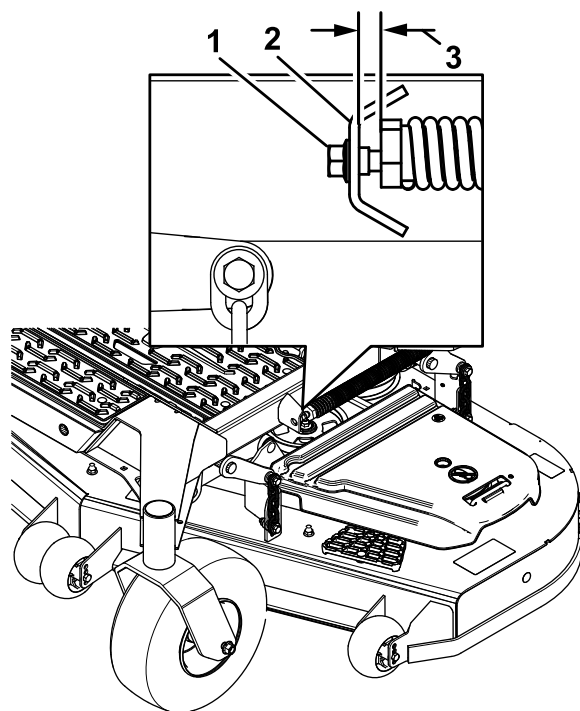

Figura 86
10. Slăbiți încet urubul de reglare al arcului de asistare pentru ridicare, până când puteți îndepărta urubul (**Figura 86**).